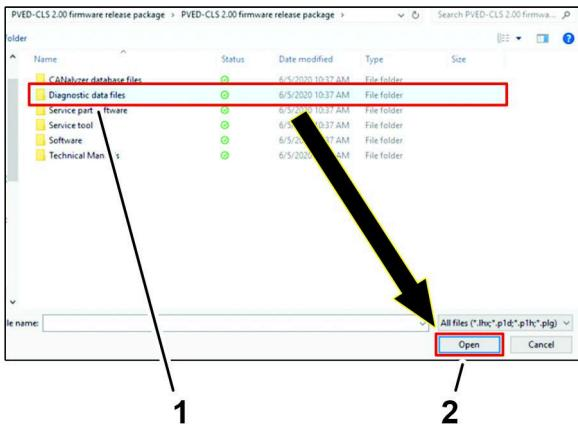

**Bild 49**
3. Navigieren Sie zur Datei PVED-CLS 2.00 firmware release package.zip, klicken Sie auf den Ordner PVED-CLS 2.00 firmware release package und klicken Sie auf das Symbol ÖFFNEN (Bild 49).